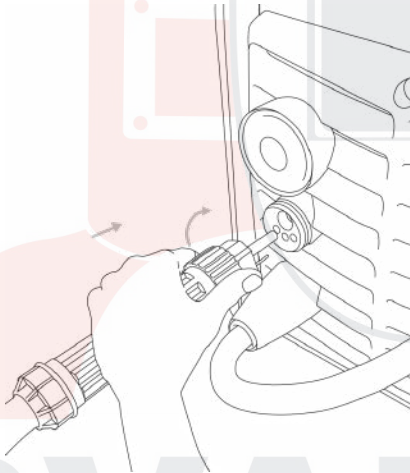

Рис. 7.1. Подключение горелки.
1. Подключите сварочную горелку для MIG сварки в «евроразъём» на передней панели сварочного аппарата (См. рис. 7.1).